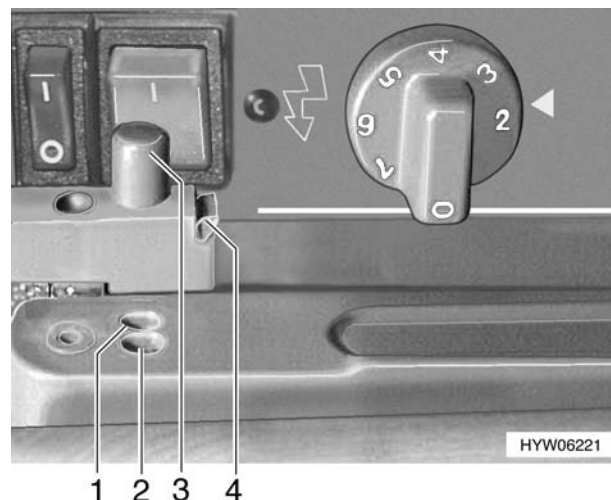

Fig. 74 Bloccaggio della porta del frigorifero
- Premere lateralmente sulla sicura di colore verde (Fig. 74,4) per sbloccare la porta. Il nottolino (Fig. 74,3) scatta all'infuori.
- Premere il nottolino (Fig. 74,3) in modo che scatti nella tacca di arresto esterna (Fig. 74,2).
- Premere il nottolino (Fig. 74,3) in modo che scatti nella tacca di arresto interna (Fig. 74,1). In questo modo la porta rimane ferma in posizione socchiusa.